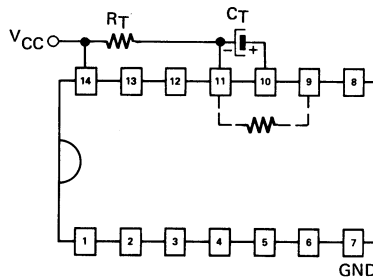

Figure 3  $t_p \approx R_T \times C_T \log_2 2$
- For accurate repeatable pulse widths connect an external resistor between pin 11 and pin 14 with pin 9 open circuit. Figure 3
- Pour obtenir des impulsions de largeur précise et reproductible, connecter une résistance entre les broches 11 et 14 avec 9 ouvert. Figure 3